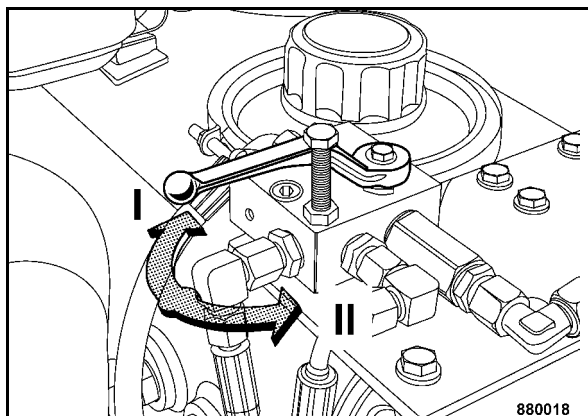

Fig. 75
- Svitare la vite di sicurezza (Fig. 75).